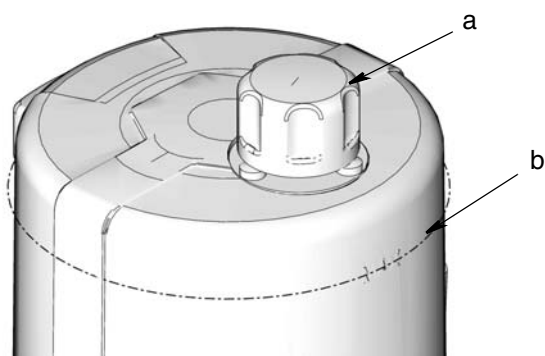

FIG. 10
- Ne remplissez pas trop (FIG. 10).